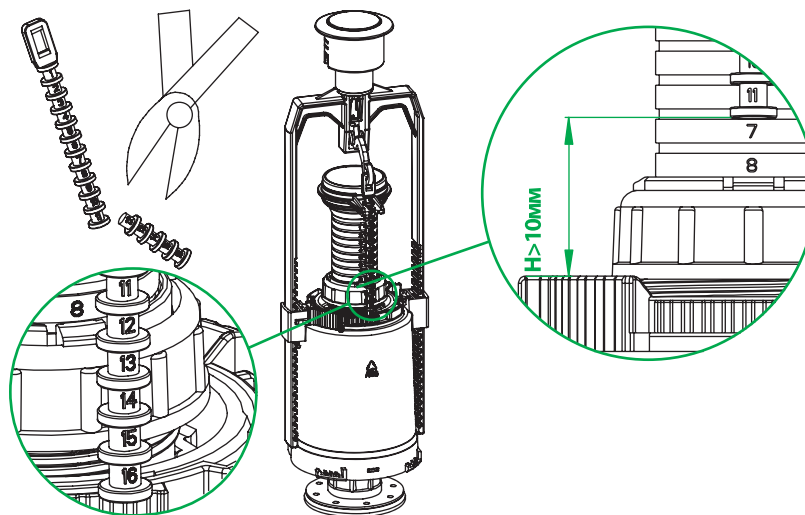

Рис. 9 / 9-сур.
7. Лишнюю длину тяги удалите с помощью кусачек (рис. 9).